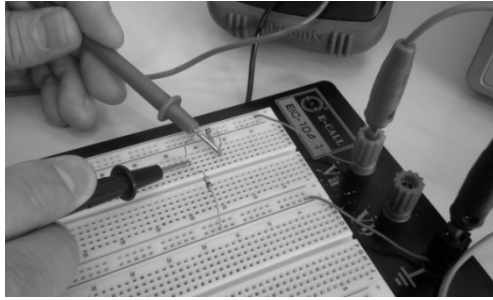

Figura 2: Montagem do circuito em *protoboard* e procedimento de medição.
Dicas: veja como montar e medir tensões no circuito com o multímetro portátil através do exemplo ilustrado na **Figura 2**. Utilize a fonte de tensão contínua (DC) disponível em sua bancada para alimentar o circuito. Leia o **item 4 da Introdução Teórica** e consulte o **manual da fonte DC** (acesse a aba "**Manuais**") para obter maiores detalhes e cuidados a serem tomados com esta fonte de tensão.